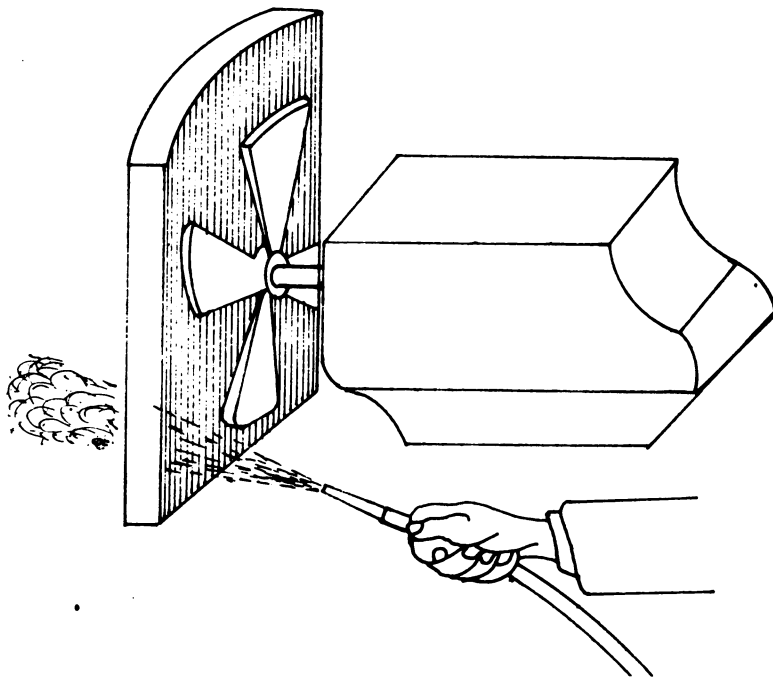

Fig. 28. El lavado a presión de un radiador se hace dirigiendo el chorro de atrás hacia adelante para no atascar la suciedad.
**Radiador. Limpieza externa.** Cuando el panel del radiador se encuentra con paja, tierra, hojas u otra suciedad, se lava con agua a presión. Para no atascar la suciedad, lance el chorro de agua a presión de atrás hacia adelante (Fig. 28).